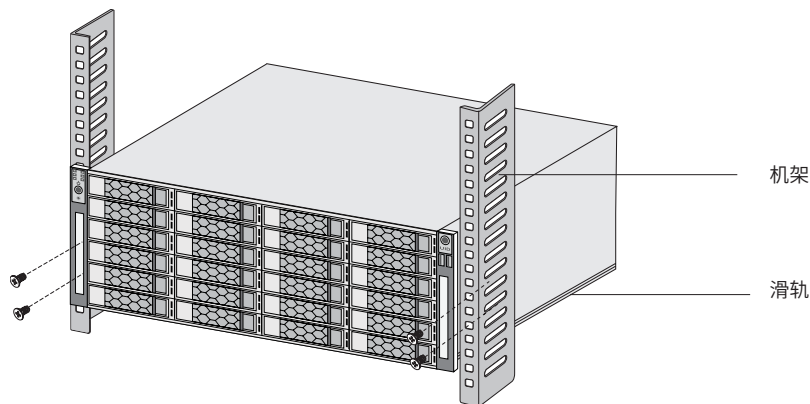

图2-1 机架安装示意图
3. 用螺钉将L型角铁固定在机架两端固定的导槽上,确保存储服务器稳定、水平地安装在机架上,如图2-1所示。